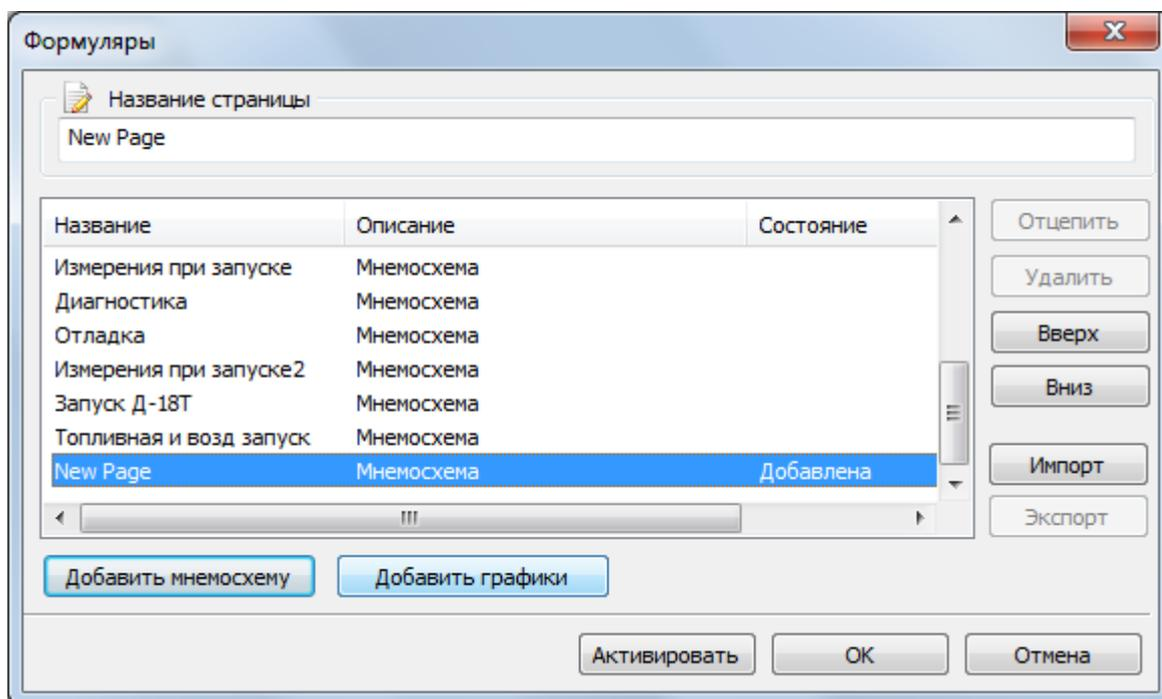

Рисунок 4.6 – Окно настройки формуляров для отображения данных
4.2.1 На панели главного окна ПО Recorder кнопкой  вызывается окно “Формуляры” – рисунок 4.6.